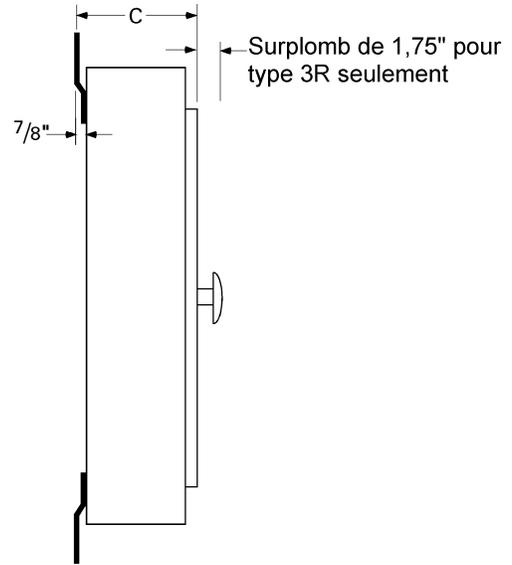
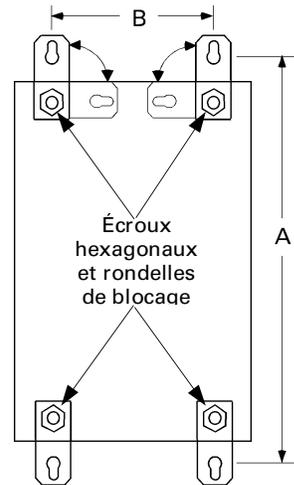

Figure 1. Vue latérale du boîtier.
Figure 2. Vue arrière du boîtier.
Cette publication décrit l'installation de boîtiers de type APBR (NEMA 3R) et de type APBD (NEMA 12). La Table 1 liste les dimensions de boîtiers disponibles. La Table 2 liste les numéros de catalogue des raccords disponibles des dimensions de conduits divers. Les Figures 1 et 2 illustrent les vues latérales et arrières des boîtiers, avec les dimensions indiquées.
1. Enlever les deux supports de suspension ainsi que les deux écrous hexagonaux de 1/2-13 et les rondelles de blocage des goujons de montage inférieurs, et enlever le support installé pour l'expédition. Réinstaller les supports de suspension avec les rondelles de blocage et les écrous comme le montre la Figure 2. Desserrer les écrous de montage du support de suspension supérieur et faire une rotation des supports à la position verticale, comme montré à la Figure 1. Serrer les quatre écrous de suspension de 1/2-13 à 45 lb.pi. Monter le boîtier à l'endroit prévu.